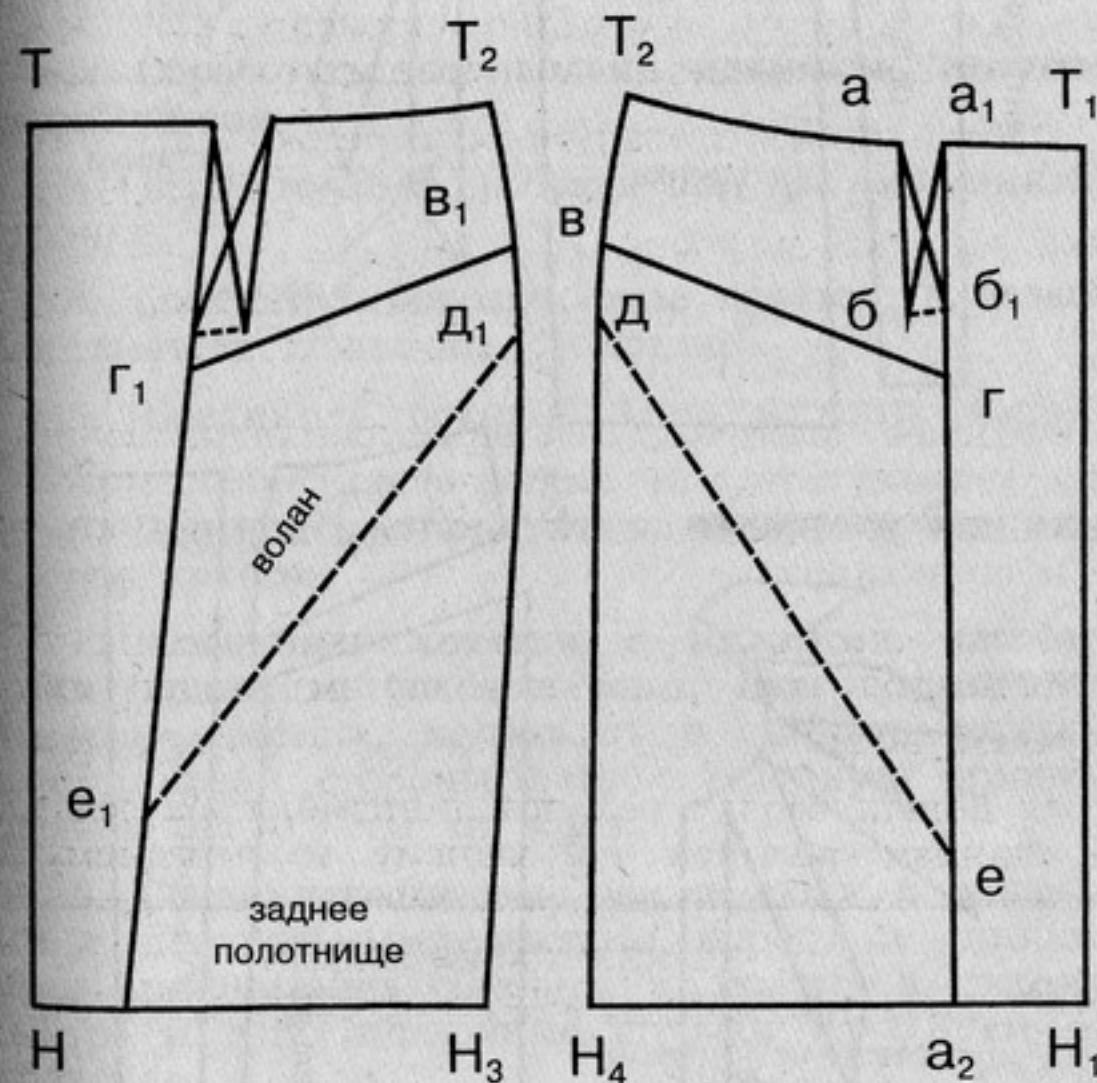

Рис. 65. Чертеж выкройки прямой юбки с рельефами и боковыми воланами
1. Отрезная часть центра переда - a_1a_2 - по фасону (рис. 65).